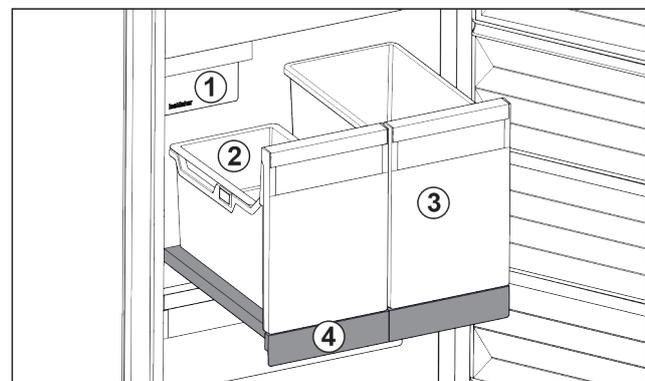

Fig. 93 Ripiano estraibile con IceTower
- (1) IceMaker
- (2) Vaschetta da agganciare per cubetti di ghiaccio
- (3) Contenitori ad es. per pizza, bevande alcoliche
- (4) Ripiano estraibile
Sul ripiano estraibile ci sono due contenitori alti (IceTower). I cubetti di ghiaccio dall'IceMaker vengono raccolti e conservati nel contenitore Fig. 93 (2). Il contenitore Fig. 93 (3) è adatto per conservare alimenti alti come pizze o bevande alcoliche.